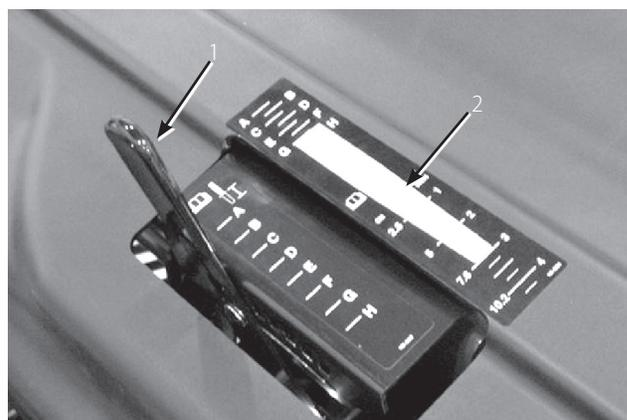

図 28
2. タインの打ち込み深さチャート (図28) の、希望する打ち込み深さの位置に、タインの端を合わせてみる。